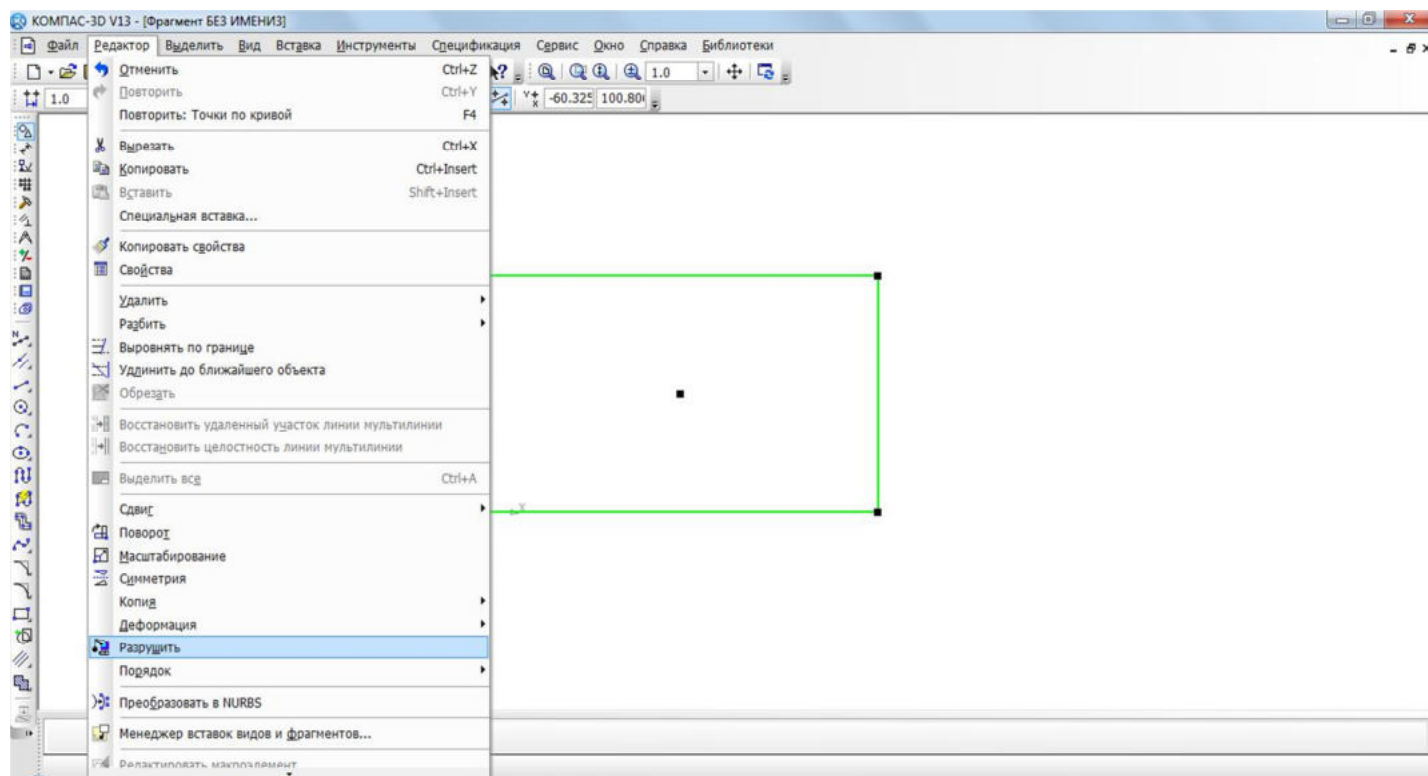

Рис. 5
- ☐ на строке **Меню** вызовите команду **Редактор – Разрушить** (рис. 5);